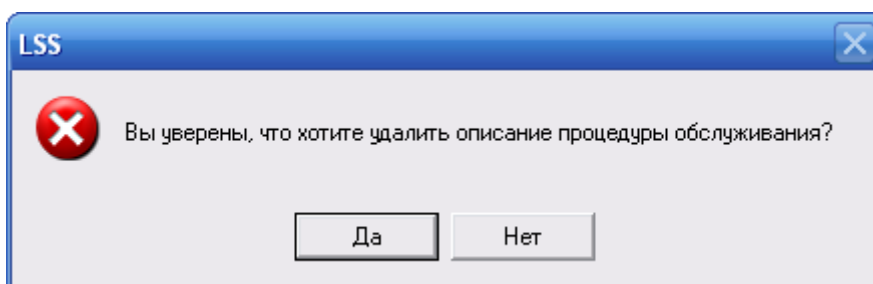

Рис. 2-104
3. Если процедура не содержит задач обслуживания, то появится сообщение, представленное на рис. 2-104, в котором нужно подтвердить удаление процедуры.